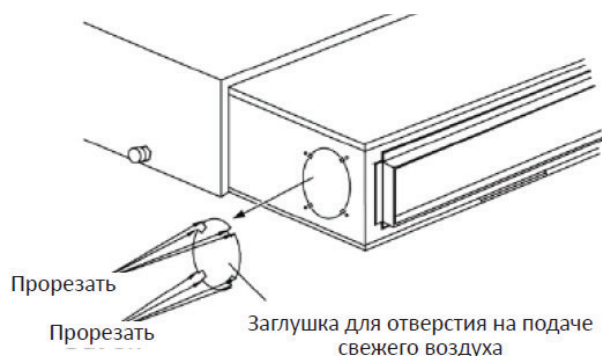

Рис. 5.4.6
- (1) Если в системе требуется подмес свежего воздуха, то в стенке агрегата необходимо прорезать соответствующее отверстие (см. рис. 5.4.6). Если подмес свежего воздуха в системе не предусмотрен, зазоры вокруг отверстия следует заизолировать вспененным материалом.